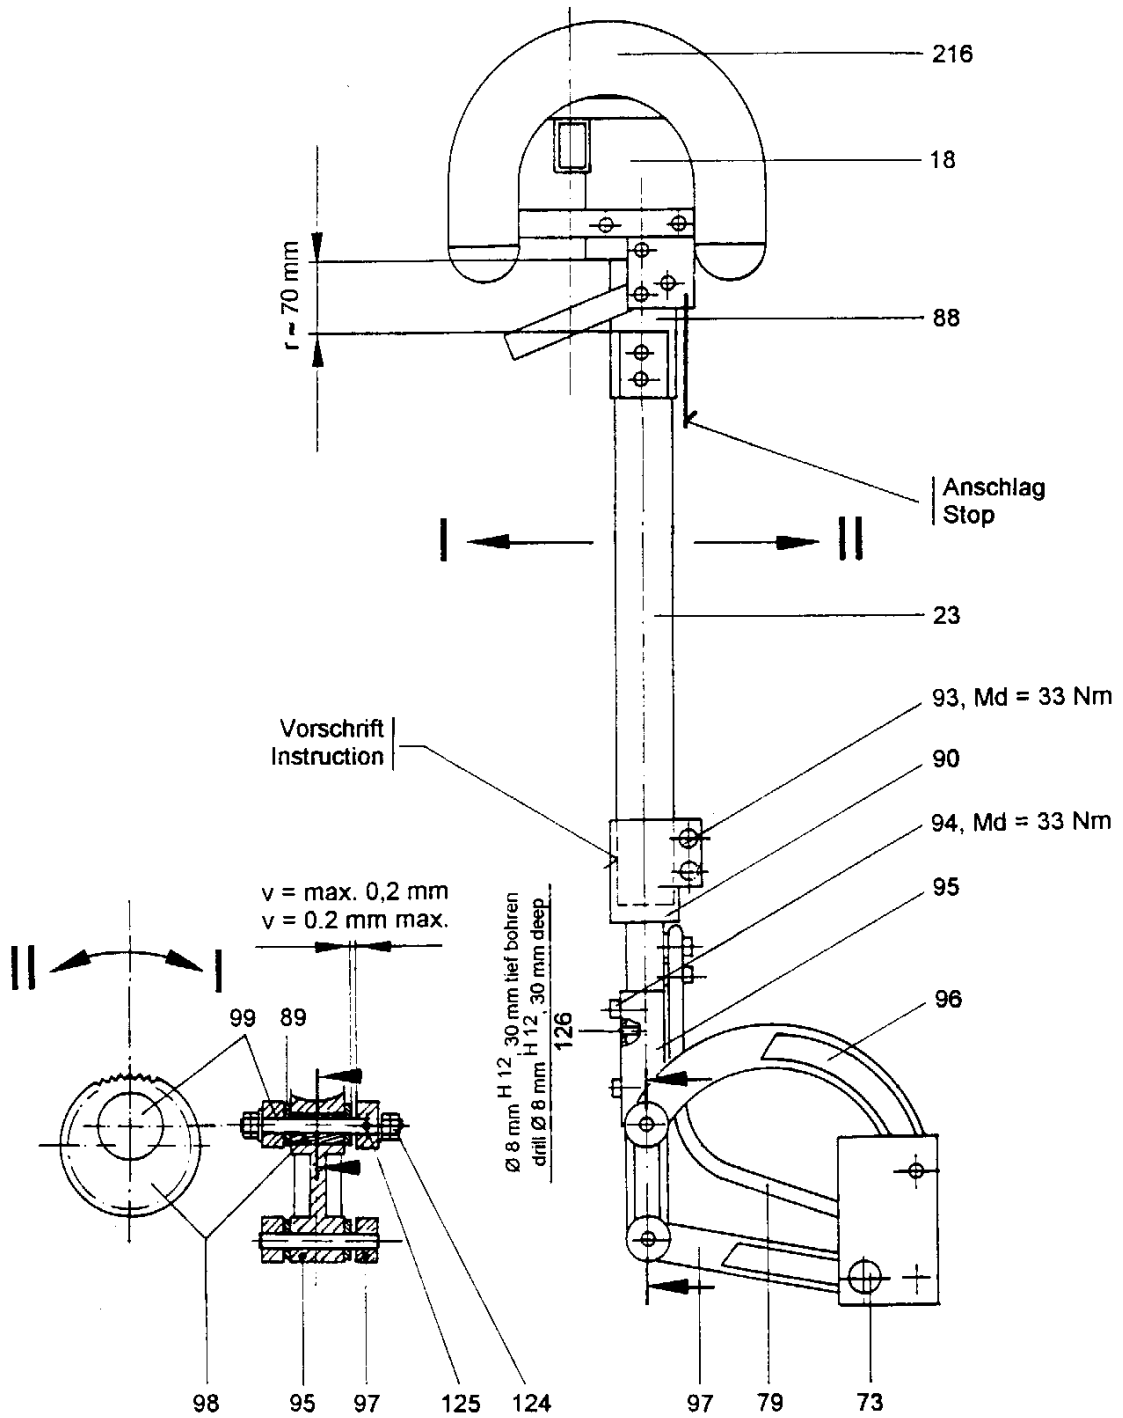

Bild 18
7.6.2 Antrieb in Schaltstellung "AUS" bringen. Klemmschrauben 93 und 94 (Bild 18) lockern und das Erderrohr 23 in den Rohrhalter 90 einführen. Hierbei sind die Berührungsflächen am Erderrohr und Rohrhalter nach Vorschrift Punkt 11.1 zu behandeln.
- 7.6.3 Das Kontaktmesser 88 ist durch Betätigung des Antriebs von Hand vorsichtig in den Erdungskontakt 18 einzuführen bis der Antrieb tatsächlich seine Endstellung erreicht hat. Danach ist das Erderrohr 23 axial so zu verschieben, daß das Kontaktmesser stirnseitig im Kontakt anschlägt (Kontrollmaß $r = \text{ca. } 70 \text{ mm}$, Bild 18).